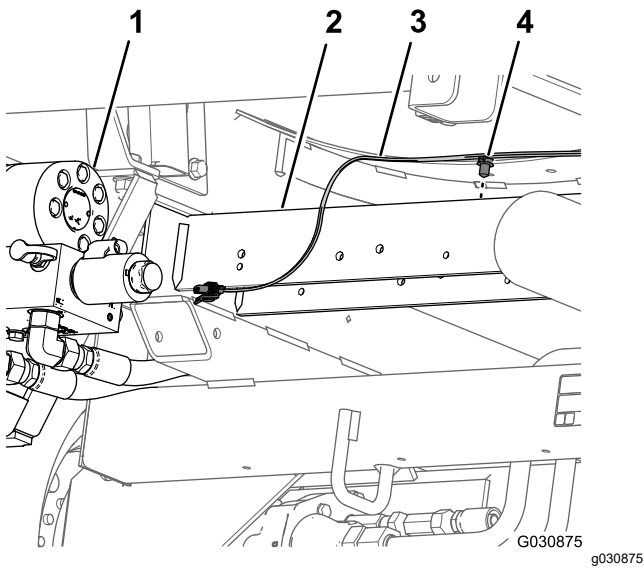

**Figura 27**
6. En la parte trasera de la máquina, por dentro de la bomba de fumigación, desconecte el conector hembra de 2 vías del arnés principal trasero del conector de 2 pines del relé de la bomba (Figura 27).